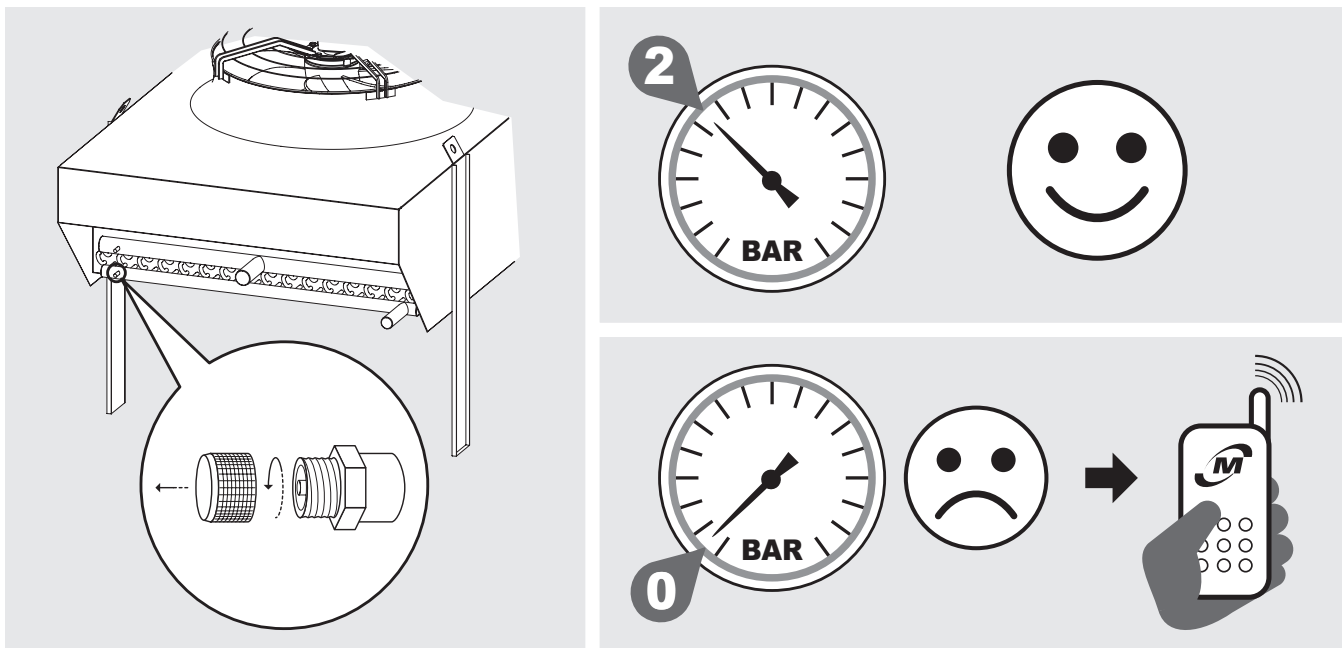

Figura 2
- 4.2 Gli scambiatori dei condensatori (KCEK) e dei gas cooler (KCES) vengono forniti con una precarica di aria secca a 2 bar e dispongono di attacchi di carica da 1/4" SAE. Verificare la presenza di pressione, in assenza di pressione contattare immediatamente Modine e segnalare il problema sul documento di trasporto. La mancanza di pressione indica una perdita dovuta ad un danno subito durante il trasporto. Vedi Figura 2.